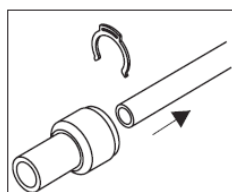

Fig. 3
- 3) Retirer le flexible (Fig.3).